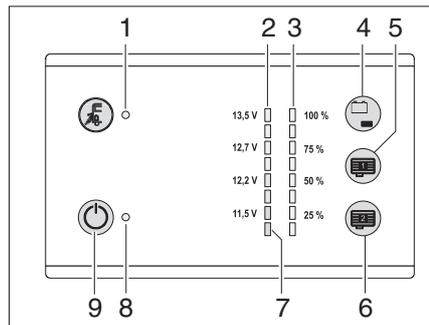

Bild 94 Panel LT 101 / LT 102
Der Tankfüllstand des Wassertanks kann mit dem Sensor-Tastfeld (Bild 94,4) abgefragt werden.
- Sensor-Tastfeld (Bild 94,4) berühren: Der Füllstand des Wassertanks wird in vier Stufen mit den LEDs (Bild 94,3) (25 % bis 100 %) angezeigt.
Die Tankfüllstände der innenliegenden Abwassertanks (Sonderausstattung) können mit den Sensor-Tastfeldern (Bild 94,5 und 6) abgefragt werden.
- Sensor-Tastfeld (Bild 94,5 oder 6) berühren: Der Füllstand des entsprechenden Tanks wird in vier Stufen mit den LEDs (Bild 94,3) (25 % bis 100 %) angezeigt.
Die rote Warn-LED (Bild 94,7) blinkt, sobald die Spannung der Wohnraumbatterie nur noch 11 V (Messung im laufenden Betrieb) beträgt und damit Tiefentladung droht.
Mit dem Sensor-Tastfeld (Bild 94,4) kann der Ladezustand der Wohnraumbatterie abgefragt werden.
Anzeigen: ■ Sensor-Tastfeld (Bild 94,4) berühren: Ladezustand der Wohnraumbatterie wird angezeigt.
Der 12-V-Hauptschalter (Bild 94,9) schaltet das Panel und die 12-V-Versorgung des Wohnraums ein und aus.
Einschalten: ■ Sensor-Tastfeld (Bild 94,9) berühren: Die 12-V-Versorgung des Wohnraums ist eingeschaltet. Die Kontroll-Leuchte (Bild 94,8) leuchtet grün.
Ausschalten: ■ Sensor-Tastfeld (Bild 94,9) erneut berühren: Die 12-V-Versorgung des Wohnraums ist ausgeschaltet. Die 12-V-Kontroll-Leuchte (Bild 94,8) erlischt.
- ▷ Blinkt die Warn-LED Tiefentladung (Bild 94,9), kann die Versorgung nicht eingeschaltet werden, da die Batteriespannung zu niedrig ist.